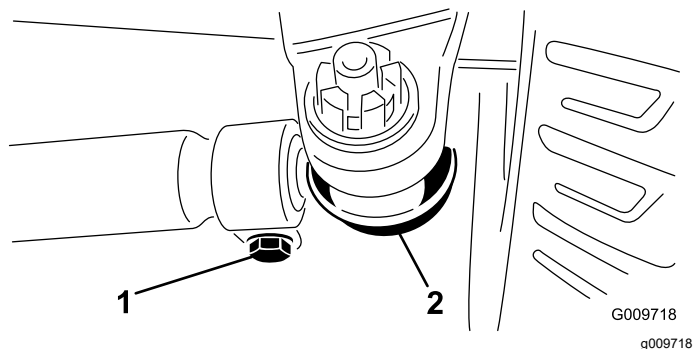

Figura 83
3. Para ajustar, remova o contrapino e a porca de cada uma das rótulas da barra de ligação (Figura 83). Remova a rótula da barra de ligação do suporte do eixo.
4. Desaperte as abraçadeiras que estão em ambas as extremidades das barras de ligação (Figura 83).
5. Rode a rótula desligada para dentro ou para fora uma (1) volta completa e aperte o grampo na extremidade solta da barra de ligação.